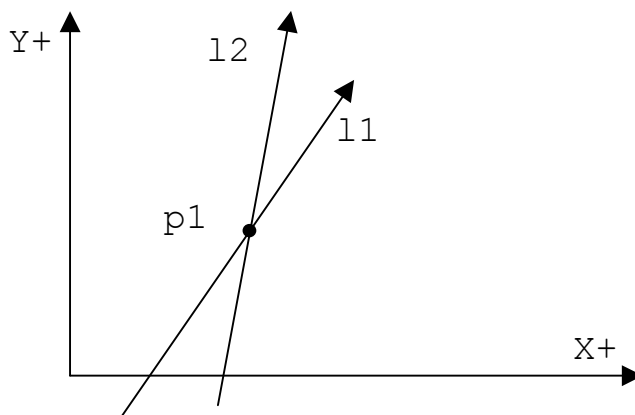

Рисунок 2.54
- точка пересечения двух прямых, определённых ранее (рисунок 2.54):